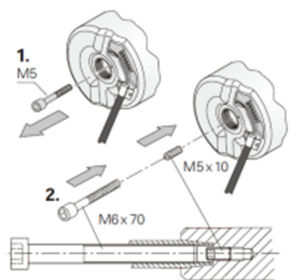

图 13 拧紧涨紧螺栓
- 螺栓一定要按(图 13)各力矩进行拧紧，否则会引起编码器的误差，继而使电梯在运行过程中可能会出现飞车、电流偏大等故障；铁环与盖板一定要可靠接触，否则将可能产生干扰；编码器线一定要用线夹固定，否则编码器线可能脱落甚至断裂。